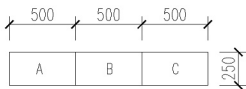

图 3.137 修改图形
- (1) 按图 3.137 所示尺寸绘制图形。
- (2) 利用【拉伸】命令将图中的矩形 A 和 B 的长度分别修改为 1000mm，将矩形 A、B、C 的高度修改为 500mm。